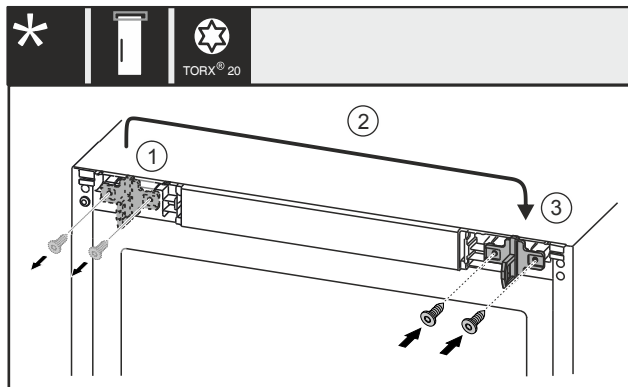

Fig. 24 Con candado eléctrico*
- Desatornille los tornillos Fig. 24 (1) con un destornillador.*
- Mueva el gancho de cierre Fig. 24 (2) hacia el lado opuesto.*
- Coloque y apriete los tornillos Fig. 24 (3) con un destornillador.*